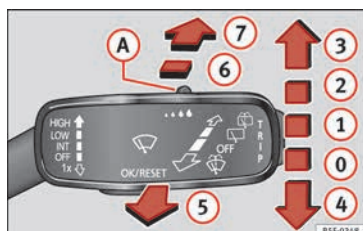

Fig. 32 Manejo del limpiaparabrisas y limpiapuneta.
- Barrido a intervalos para el limpiaparabrisas. Con el mando » fig. 32 ajuste los niveles de intervalo (en vehículos sin sensor de lluvia), o bien la sensibilidad del sensor de lluvia.